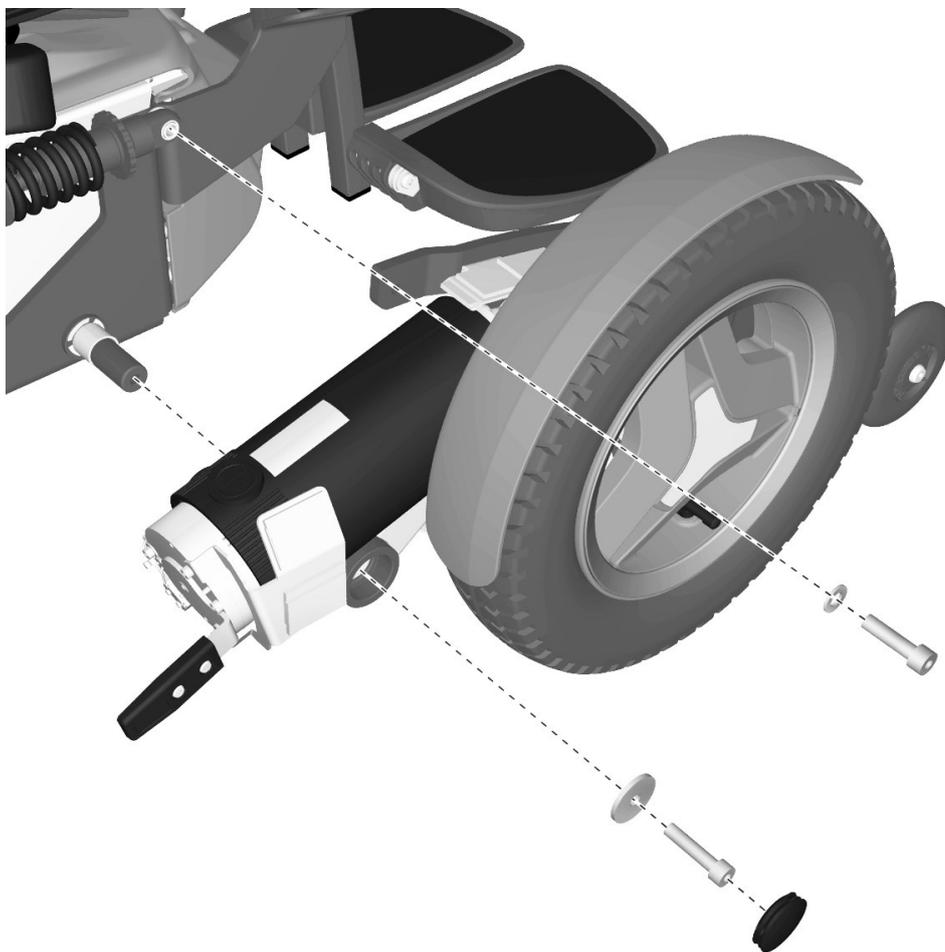

Abbildung 40. Montage/Demontage des vorderen Tragarms
2. Tragarm auf die Achse stecken, verwenden Sie dazu kein Werkzeug. Sicherstellen, dass der Tragarm an der Achse anschlägt. Siehe Abbildung.40.
3. Schraube (3) und Beilagscheibe (2) montieren. Schraube mit einem Drehmomentschlüssel festziehen. Siehe Abbildung.40.
4. Stoßdämpfer an den Tragarm montieren. Er ist mit einer Schraube (5) und Unterlegscheibe befestigt. Siehe Abbildung.40.
5. Abdeckung (4) auf den Tragarm montieren. Siehe Abbildung 40.